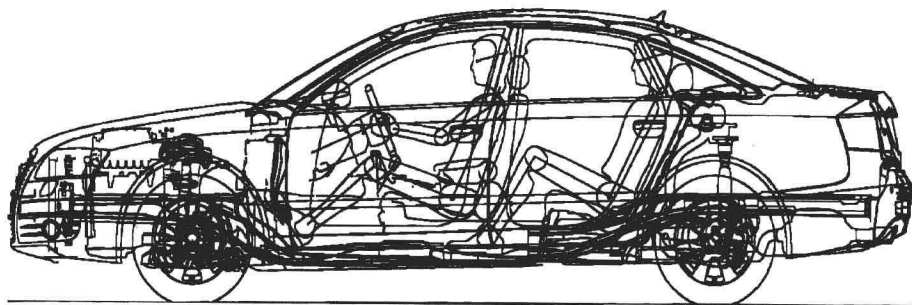

图 1-7 奥迪汽车的 A6 中高级车
4) 中高级车。图 1-7 所示为奥迪汽车的 A6 中高级车。